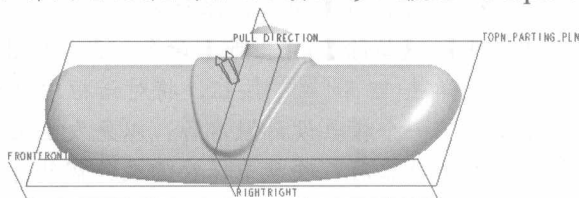

图1-39 参照模型装配结果
2. 新建模具文件，采用【缺省】装配方式装配参照模型“1-2.prt”，如图 1-39 所示。